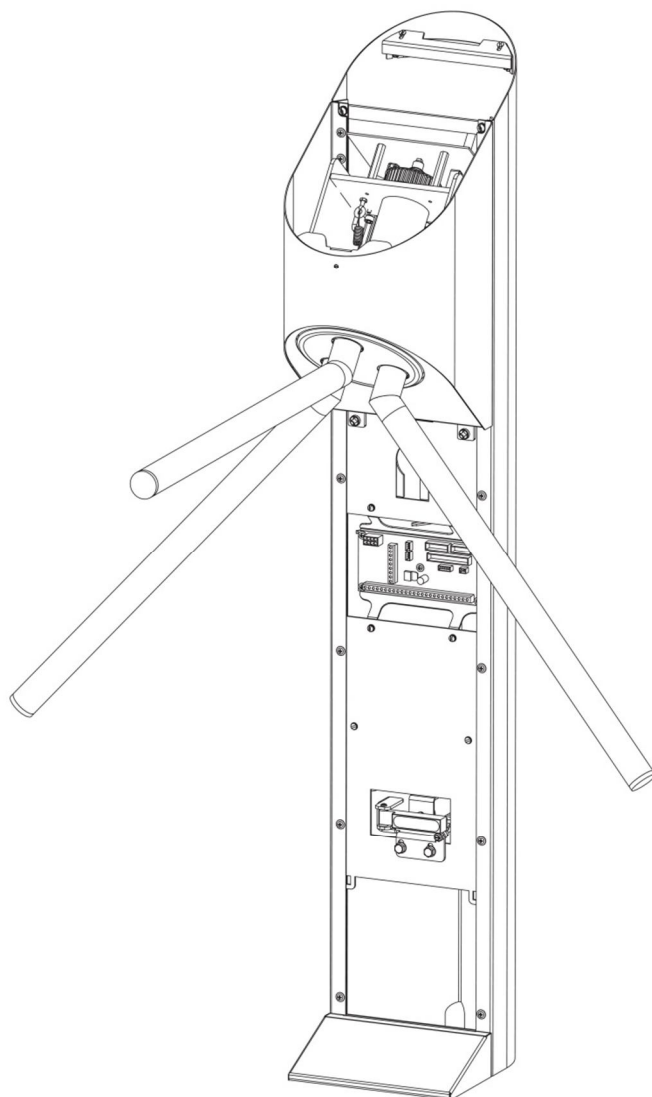

Рис. 5
3.3. Откройте замок и снимите дверцу стойки. Результат изображен на Рис. 5.